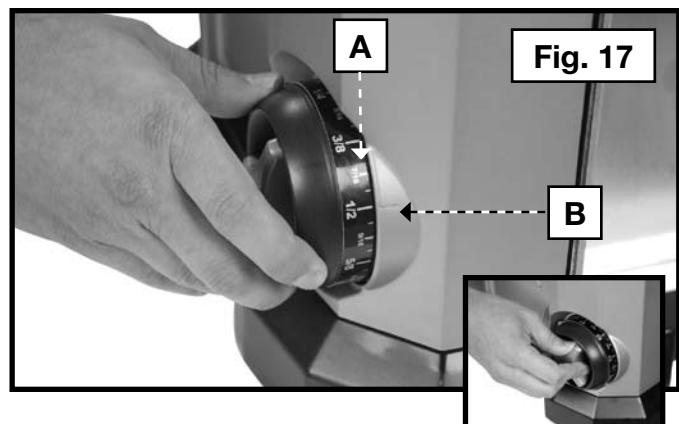

Fig. 17
La cepilladora cuenta con un tope de profundidad (A) Fig. 17 para cepillados repetitivos. Se puede seleccionar cualquier espesor entre 3,2 y 32 mm (1/8" y 1 1/4"), mediante la escala del tope de profundidad. Los retenes están marcados para las siguientes medidas: 3,2 mm (1/8"), 6,4 mm (1/4"), 13 mm (1/2"), 19,1 mm (3/4"), 25 mm (1") y 32 mm (1 1/4").
2. Gire el dial en la parte delantera izquierda de la cepilladora, hasta que la configuración de espesor deseada quede alineada con la línea indicadora (B) Fig. 17.
3. Gire la rueda en el interior del calibrador para bloquear el calibrador en el lugar (Recuadro de la Fig. 17).